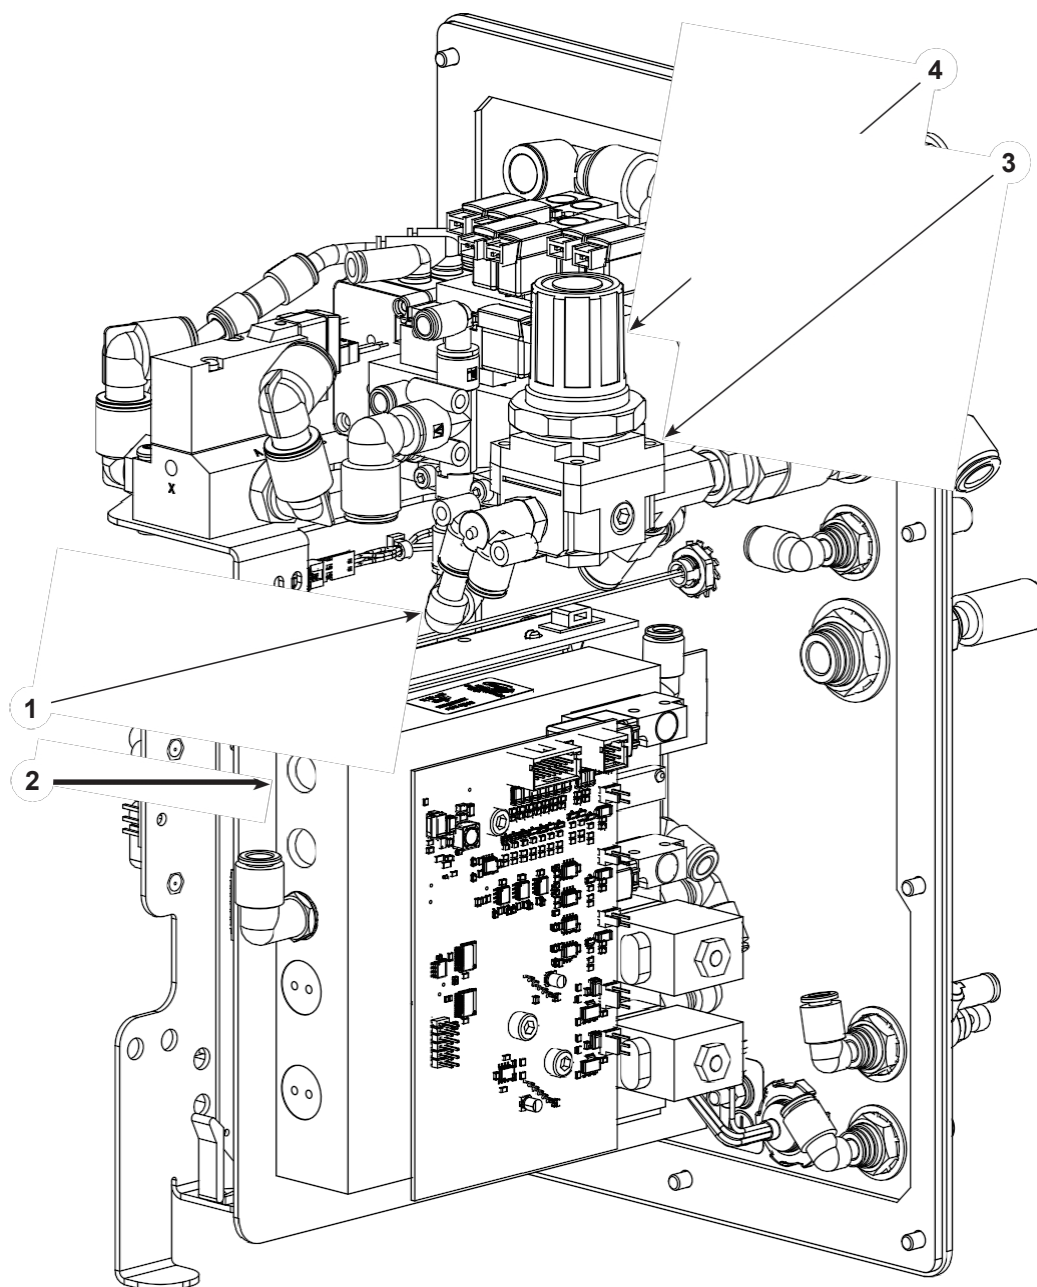

图 7-4 调节器 调整
见图 7-4。
1. 为 iFlow 模块 (2) 找到正确的调节器 (3)，如图 7-4 所示。
2. 从调节器上拔下一个接头 (1)，将压力计插入接头。
5. 按下调节旋钮 (4) 以锁定设置。